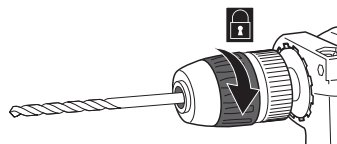

Fig.3
- > Segure o mandril de aperto rápido (3) em posição e rode a bucha do mandril (2) para a direita até que a broca fique corretamente fixa nas pinças do mandril (1) (Fig. 3).